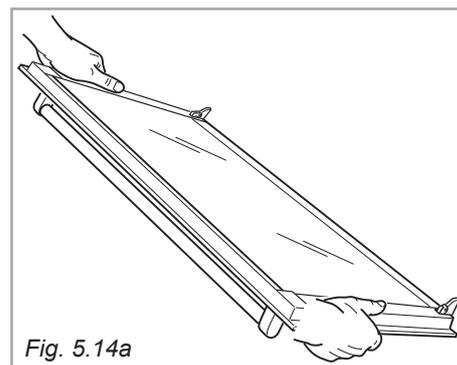

Fig. 5.14a
- Hold the door firmly (fig. 5.14a).